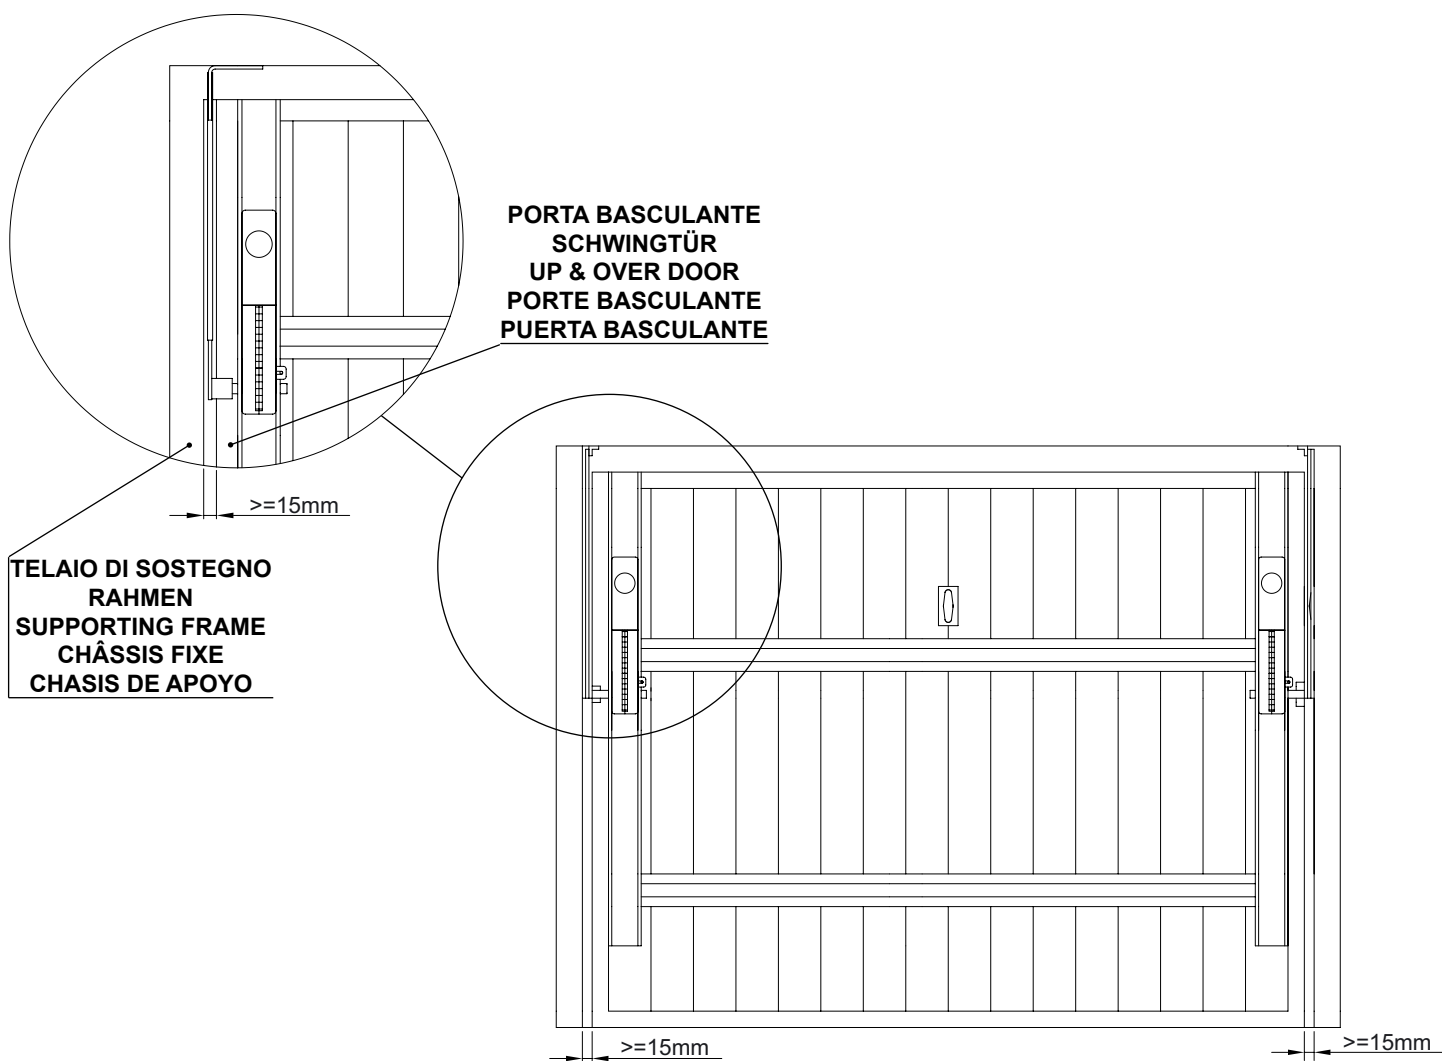

fig. 13
** I bracci curvi sono utilizzati quando la distanza tra cassonetto contrappesi e bordo basculante è minore di 15 mm (fig. 13). Si può inoltre scegliere tra bracci con borchia di mm 25 o di mm 50.
** Die gebogenen Arme werden benutzt, wenn der Abstand zwischen Kasten, Gegengewichten und Rand der Schwingtür kleiner als 15 mm ist (Abb. 13). Weiterhin können auch die Arme mit Ring mit 25 oder 50 mm Durchmesser gewählt werden.
** Les bras courbes sont utilisés quand la distance entre le caisson des contrepoids et le bord de la porte basculante est inférieure à 15 mm (fig. 13). On peut choisir en outre entre des bras avec anneau de 25 ou de 50 mm.
** The curved arms are used when the distance between the counterweight casing and the edge of the overhead door is less than 15 mm (fig. 13). It is also possible to choose arms with a 25 mm or 50 mm ring.
** Los brazos curvados se utilizan cuando la distancia entre el contenedor de los contrapesos y el borde basculante es menor de 15 mm (fig. 13). Además, se puede escoger entre brazos con anillo liso de 25 mm o de 50 mm.